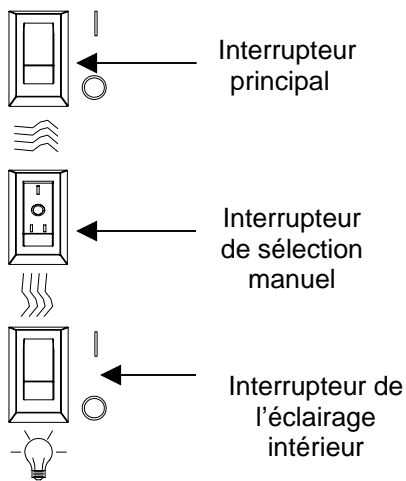

FIGURE 3
2. Repérer les commandes manuelles indiquées à la FIGURE 3.